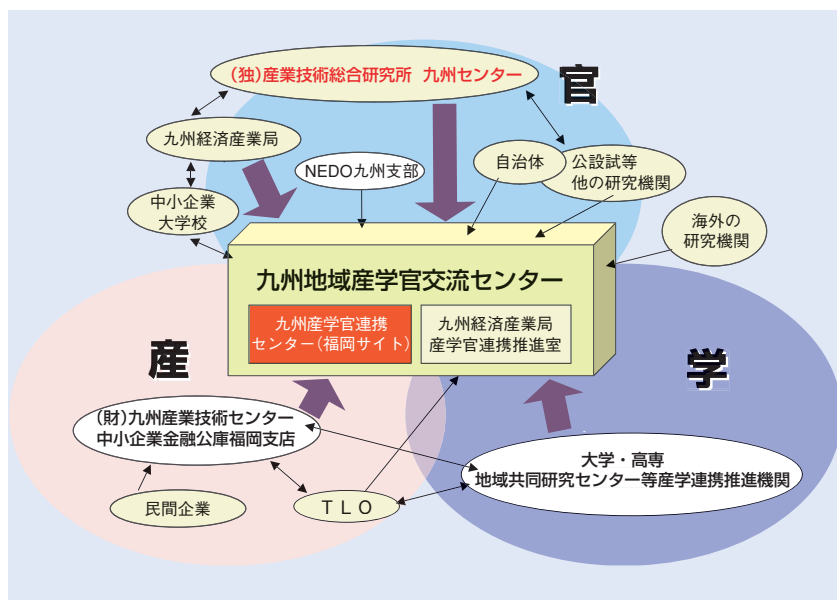

図1 九州地域産学官交流センターでの交流
九州地域における産学官連携気運の高まりの中、九州経済産業局の指導の下、実効性・継続性のある産学官連携の実現と、九州全域を網羅した広域連携組織の活動拠点として、2002年4月、福岡市に「九州地域産学官交流センター」が設立されました。ここでの交流イメージを図1に示します。交流センターでは福岡サイトと九州経済産業局産学官連携推進室が一体となって相互に連携を取りながら、次のような3つの主要事業を展開しています。①九州地域の大学や自治体、産業技術支援機関の産学官連携の総合力を発揮する為の総合戦略策定、②シーズ紹介、技術移転、資金調達まで含めた総合的ワンストップサービス及び広域コーディネート、③多様な交流の場の提供。